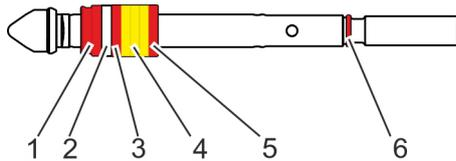

Abb. 44: Spindel mit Stopfbuchselementen
16. ➤ O-Ring (Abb. 44/6) von der Spindel abnehmen.
17. ➤ Kammerungsring (Abb. 44/5) von der Spindel abnehmen.
18. ➤ Packungsrings (Abb. 44/4) von der Spindel abnehmen.
19. ➤ Kammerungsring (Abb. 44/3) von der Spindel abnehmen.
20. ➤ Grundring (Abb. 44/2) von der Spindel abnehmen.
21. ➤ Rücksitzring (Abb. 44/1) von der Spindel abnehmen.